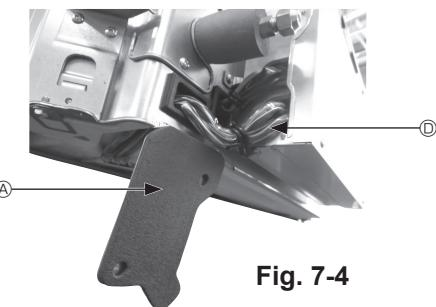

Fig. 7-4
- ① Avlägsna de två skruvarna som håller kabelskyddet på huvudenheten och öppna skyddet.
- ② Dra kablarna från i-see-Sensorn och signalmottagaren genom kabelinloppen i el-komponentlådan som visas på bilden och genom dragavlastningen i huvudenheten. (Fig. 7-4)